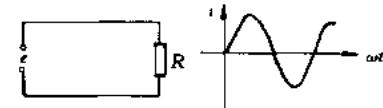

图 1-2 交流电
(2) 正弦交流电：在电力生产中，所有交流发电机发出的电压或电流都是随时间按正弦规律变化的，这样的交流电称为正弦交流电，简称交流电，如图 1-2 所示。
(3) 频率：交流电每秒完成的周数叫频率，用符号“ f ”表示，单位是赫兹(Hz)，简称赫。它的大单位是 kHz(千赫)和 MHz(兆赫)。中国大陆电力供电的频率为 50Hz，称为工频。